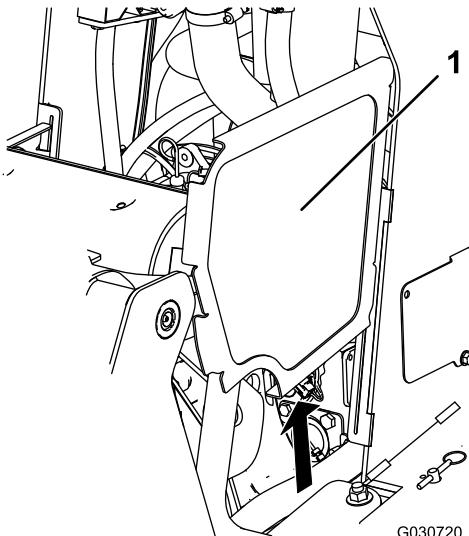

Figura 40
- Fate scorrere le griglie laterali (Figura 40) verso l'alto e al di fuori delle fessure nella griglia e nel telaio anteriore.